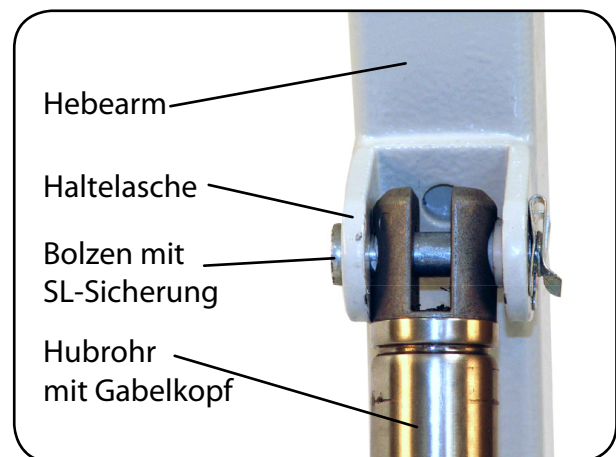

Abb. 8.7.01 – Haltelasche am Hebearm
5. Entfernen Sie die SL-Sicherung und den Bolzen, der den Hubantrieb an der Haltelasche des Hebearms befestigt (Abbildung 8.7.01). Schwenken Sie den Hubantrieb nach vorne und montieren den Bolzen mit der SL-Sicherung in der nun freien Haltelasche.